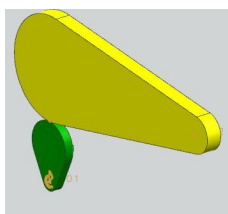

Рис.68
- Здесь полезно выполнить учебный пример (рис.68, 69), в котором и применяется связь типа *Кривая по кривой*. Готовые детали можете взять из директории *Prim_Curve_on_Curve*.